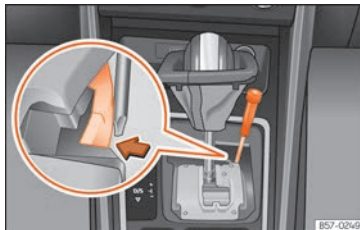

Fig. 137 Palanca selectora: desbloqueo de emergencia en la posición de aparcamiento.
- Con ayuda de la parte plana de un destornillador, presione lateralmente la pestaña amarilla y manténgala presionada » » fig. 137.